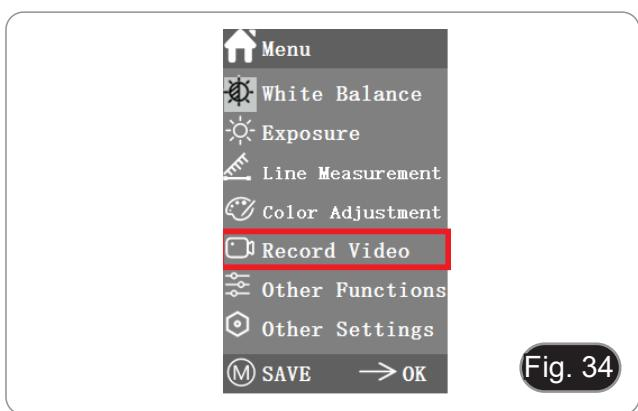

Fig. 34
- Prima o botão M para mostrar o menu no ecrã (Fig. 34) e escolha a opção Gravar Vídeo premindo \uparrow ou \downarrow .